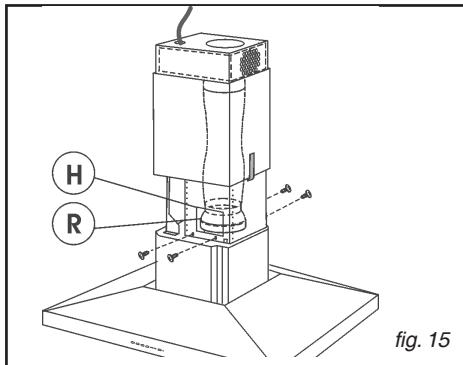

fig. 15
- Fastspænd emhætten til teleskoprøret ved brug af de 4 (medleverede) skruer – Fig. 15
- Fastspænd udluftningsrøret til adapteren (R) ved brug af åbningerne H (Fig. 15).